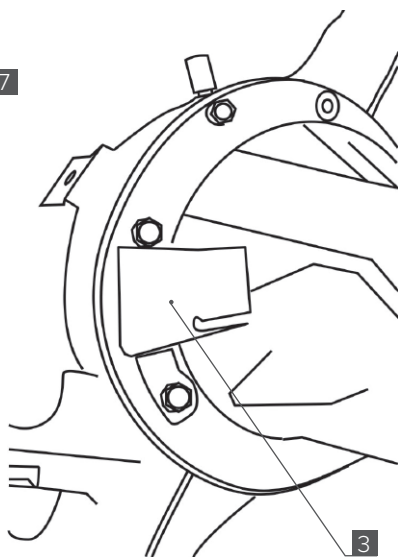

Рис. 7
- Между фланцем и вилокй включения установите щуп 0,1 мм (**см. раздел Инструменты**), по всей плоскости прилегания вилки (**Рис. 7**).
14. После установки редуктора в сборе с блокировкой в балку моста, установите защитный кожух штуцера ввода воздуха в мост [3] под болт крепления крышки (Рис. 7).